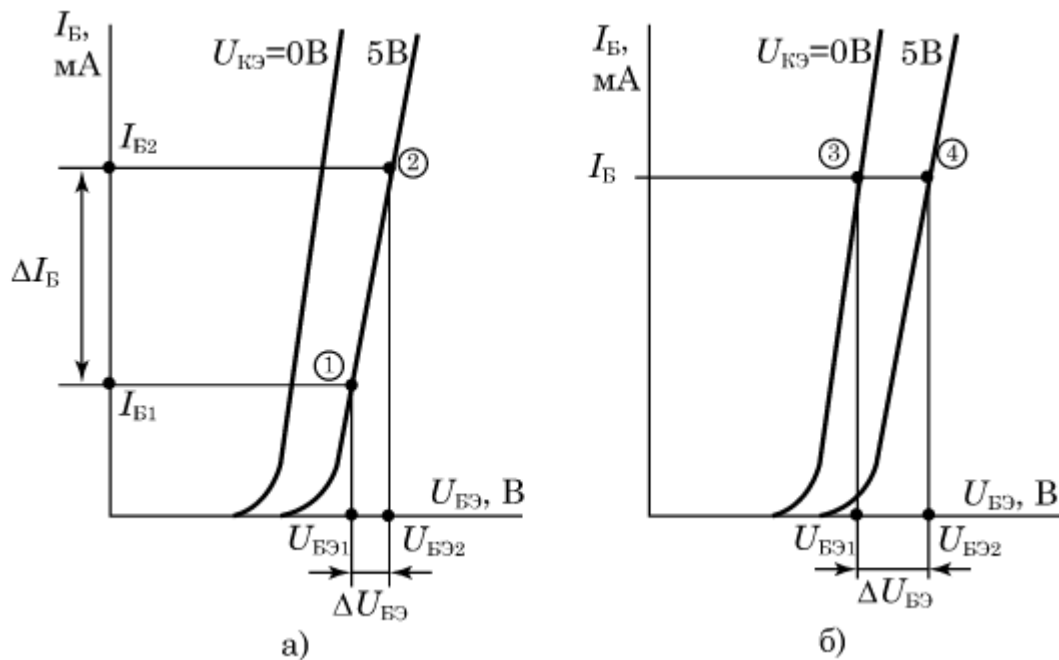

Рисунок 3.1 - К расчёту h -параметров транзистора а) $h_{11Э}$, б) $h_{12Э}$
На рисунке 3.1 показана методика определения $h_{11Э}$ и $h_{12Э}$, используя семейство входных характеристик в схеме с ОЭ. Для определения $h_{11Э}$ выберем в семействе входных характеристик характеристику при постоянном $U_{КЭ}$ (рисунок 3.1а). На этом графике на его линейном участке отметим точки 1 и 2. Проектируя точки 1 и 2 на оси координат находим приращения напряжения $\Delta U_{БЭ}$ и тока $\Delta I_{Б}$ и рассчитываем $h_{11Э}$ по формуле (3.1).
Для расчета $h_{12Э}$ (рисунок 3.1б) проведем линию постоянного тока базы $I_{Б}$ и определим точки пересечения 3 и 4 этой линии со входными характеристиками. Величину $\Delta U_{КЭ}$ определим как разность между напряжениями $U_{КЭ}$, для которых строились входные характеристики (на рисунке 3.1б $\Delta U_{КЭ} = 5 - 0 = 5В$). Из точек пересечения 3 и 4 опускаем вертикальные линии на ось напряжения и определим приращение напряжения базы $\Delta U_{БЭ}$. Затем рассчитываем $h_{12Э}$ по формуле (3.2).
2. На характеристиках выполнить соответствующие графические построения для определения приращений токов и напряжений (рис. 3.1 – 3.2).